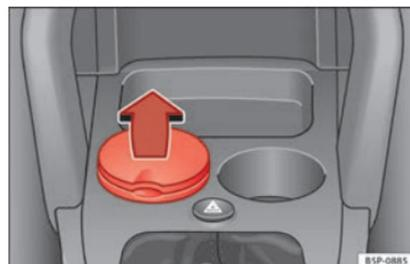

Fig. 95 Cenicero alojado en portavasos delantero.
- Para abrir el cenicero, levante la tapa » fig. 95.